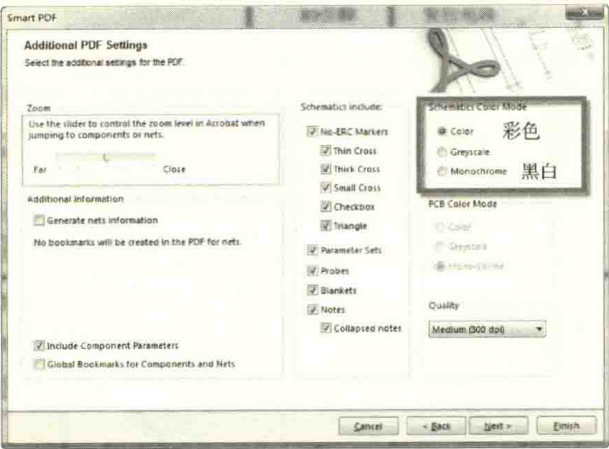
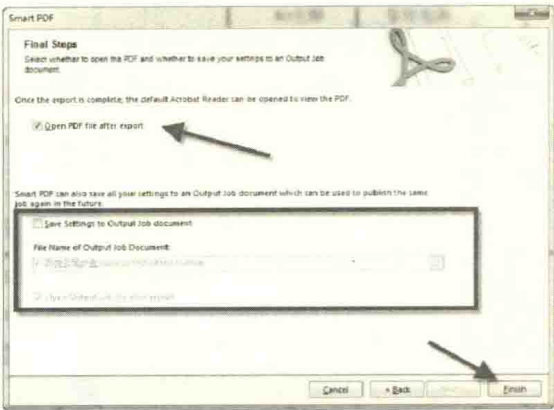
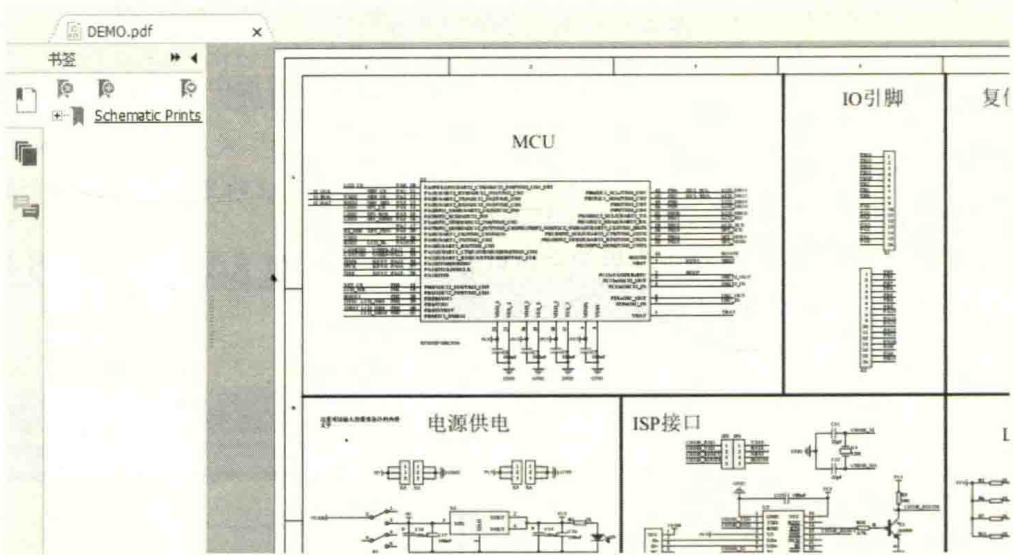

图 4-107 PDF 输出参数设置
图 4-108 执行完成 PDF 的输出并打开 PDF
图 4-109 PDF 的输出效果图
(4) 在“Additional PDF Settings”界面中可以对 PDF 输出参数进行一定的设置，如图 4-107 所示，一般对其输出颜色进行选择就好了，其他的直接按照默认推荐的设置即可。
① Color: 彩色的，设计用的什么颜色输出的就是什么颜色。
② Greyscale: 灰色的，一般不选择。
③ Monochrome: 黑白的，这个因为对比度高，一般常用。
(5) 按照图 4-108 所示进行勾选后，单击“Finish”按钮，完成 PDF 的输出，并打开 PDF，效果图如图 4-109 所示。